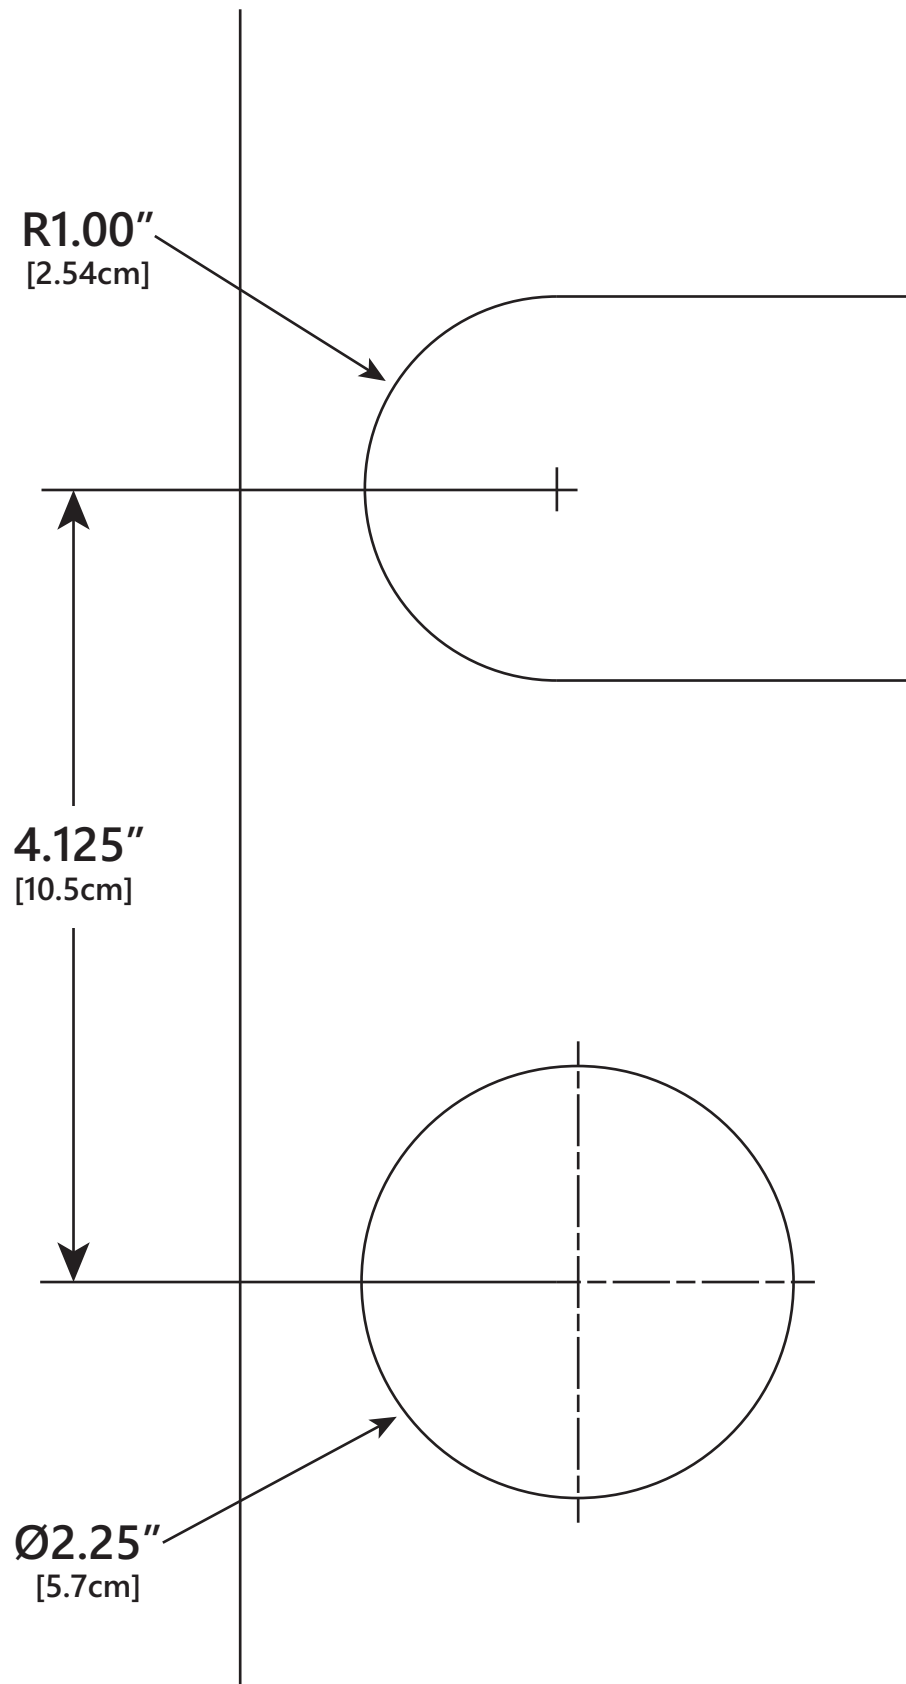

Figure 4. Sumplet gabarit de découpage
9. Pour pouvoir mettre un couvercle de puisard en place, des trous et dégagements supplémentaires doivent être découpés pour le passage du tuyau d'aspiration et de la tige de flotteur de la pompe SumpJet. Utiliser le gabarit fourni à la Figure 4. Si la SumpJet ne peut pas être fixée au tuyau d'évacuation de la pompe d'assèchement principale, un morceau de bois peut être utilisé pour fixer la SumpJet. Découper des trous tel qu'indiqué à la Figure 4.